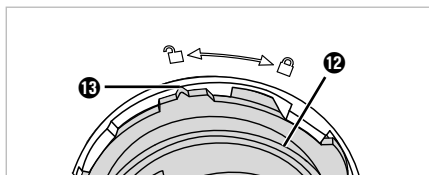

Fig. 6
- 6) Drej holderen 12 mod uret, indtil markeringen 13 på holderen 12 peger på 1-symbolet på dejbeholderen 15 (fig. 6). Fjern holderen 12 og dejakslen 10.